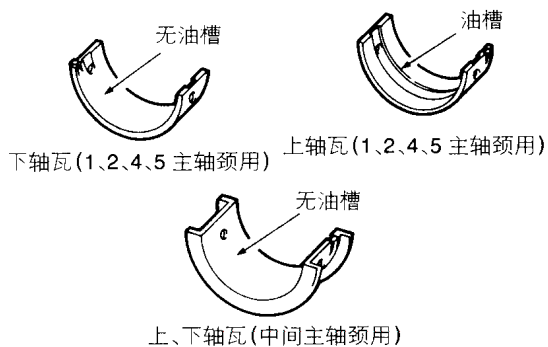

图 2-112 曲轴主轴承轴瓦
(2) 安装曲轴主轴承上轴瓦、曲轴主轴承下轴瓦和主轴承盖时，把带有油槽的轴瓦装到气缸体上（图 2-112）。把无油槽的轴瓦装到轴承盖上（图 2-112）。3 号上轴瓦使用推力轴承，安装时要使它的油槽侧朝向曲柄臂。